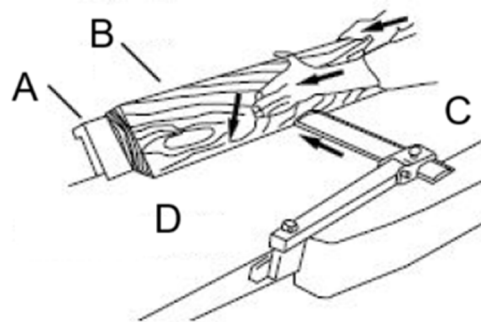

Figure 21
5. Faites passer la pièce à travers la tête de coupe, en vous assurant que la face de la pièce est complètement à plat contre la clôture et que le bord est en contact solide avec les tables d'entrée et de sortie (Figure 21).